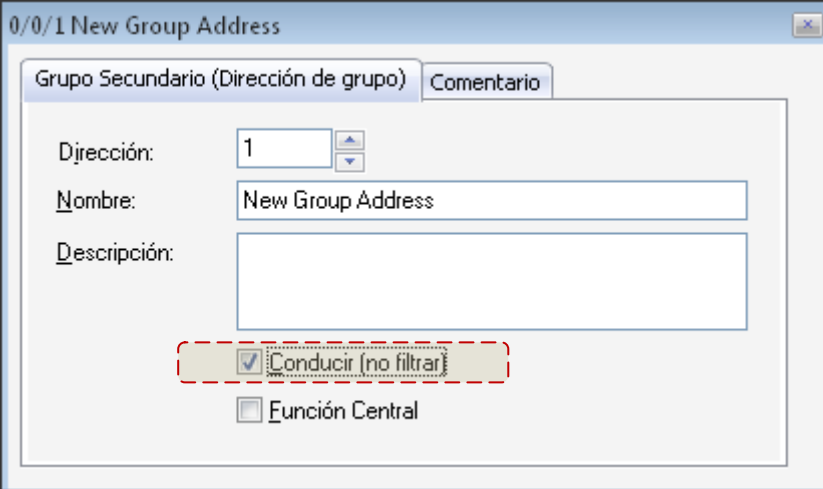

Figura 5 Opción de ETS para forzar el paso de direcciones de grupo.
**Ejemplo:** si se parametriza el acoplador de líneas para filtrar las direcciones de grupo en ambos sentidos, cuando reciba un telegrama desde la línea principal destinado a una dirección de grupo (por ejemplo, 2/5/13), comprobará que existe algún dispositivo en la sublínea con objetos que tengan asignada esa dirección de grupo (o que al menos se ha seleccionado en ETS que esa dirección atraviese el acoplador de línea; ver Figura 5). En ese caso, el acoplador lo dejará pasar. En caso contrario, el telegrama no se enviará a la sublínea. El mismo razonamiento es válido para el caso inverso (telegramas originados en la sublínea).